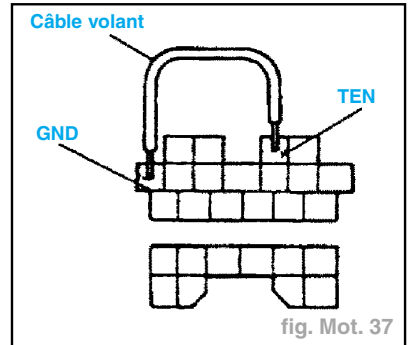

fig. Mot. 37
- raccorder les bornes du **DLC TEN** et **GND** à l'aide d'un câble volant (fig. Mot. 37).